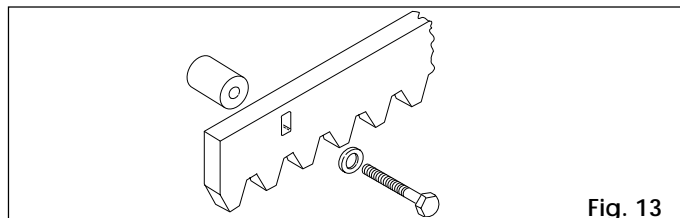

Fig. 13
4.4.2. CREMAGLIERA DI ACCIAIO AD AVVITARE (Fig. 13)